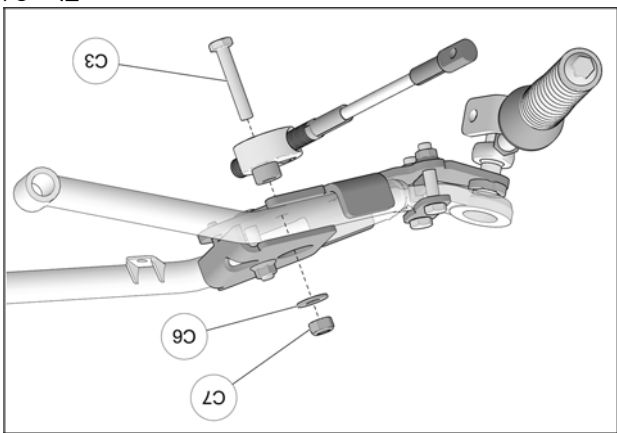

Fig. 21
12. Positionner le boulon (C3) et le disque en aluminium du limiteur de conduite au trou central, sous l'ancrage. Passer la rondelle (C6) et l'écrou (C7) par le dessus, à travers le couvert, et fixer le limiteur de conduite en place. Serrer l'écrou à un couple de 50 N•m [37 lb•pi]. Voir la Fig. 21